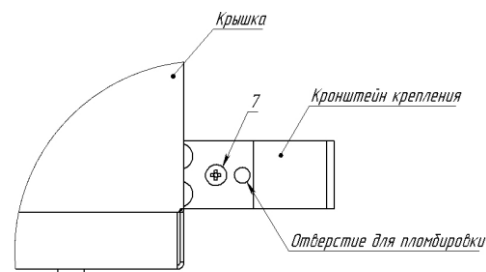

Рисунок 5.
3. С помощью винта 3х6 зафиксировать крышку (рисунок 5, поз. 7).